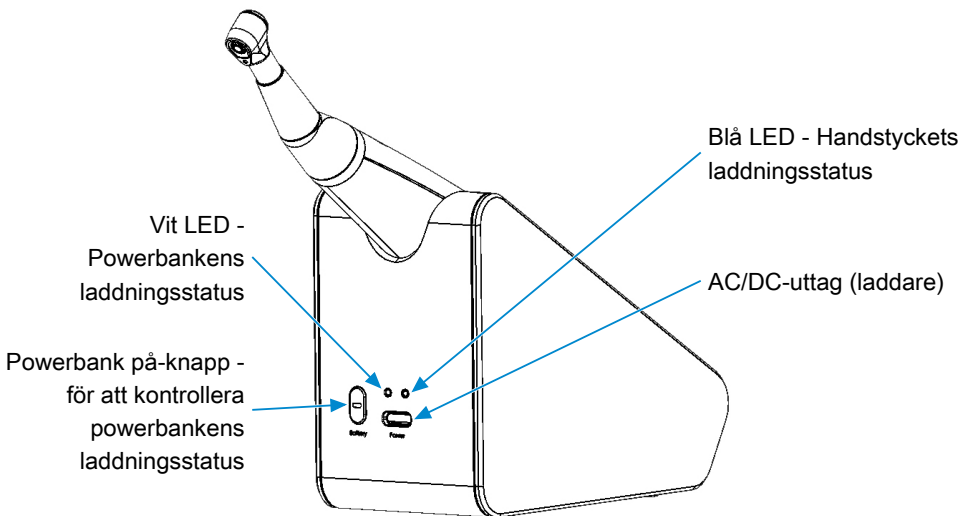

Fig. 2 : Sedd bakifrån
- Anslut laddningskabeln till laddningsuttaget på powerbanken (se [► Fig. 2]). Anslut laddaren till vägguttaget.